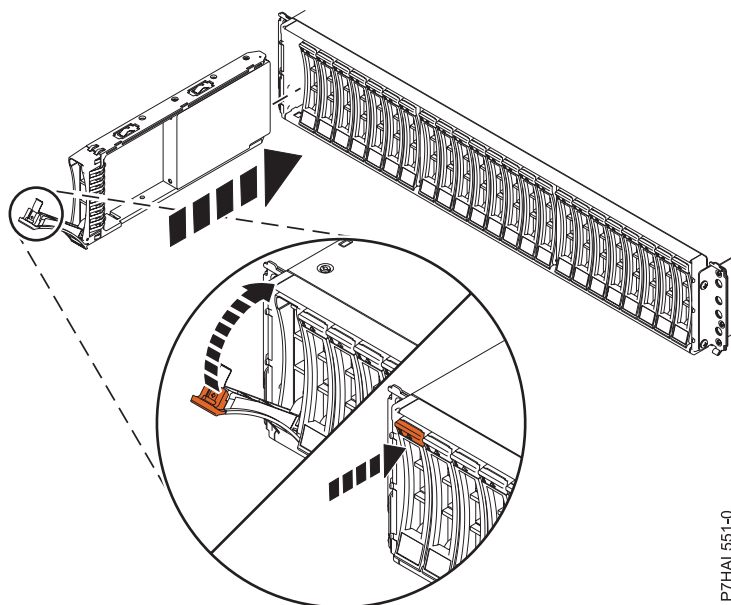

Figure 4. Installation de l'unité de disque dans le boîtier d'unité de disque 58/87
1. Avec la poignée en position déverrouillée, comme illustré à la figure 4, à la page 11, maintenez l'unité par le dessous pour l'aligner avec les rails de guidage dans l'unité d'extension.